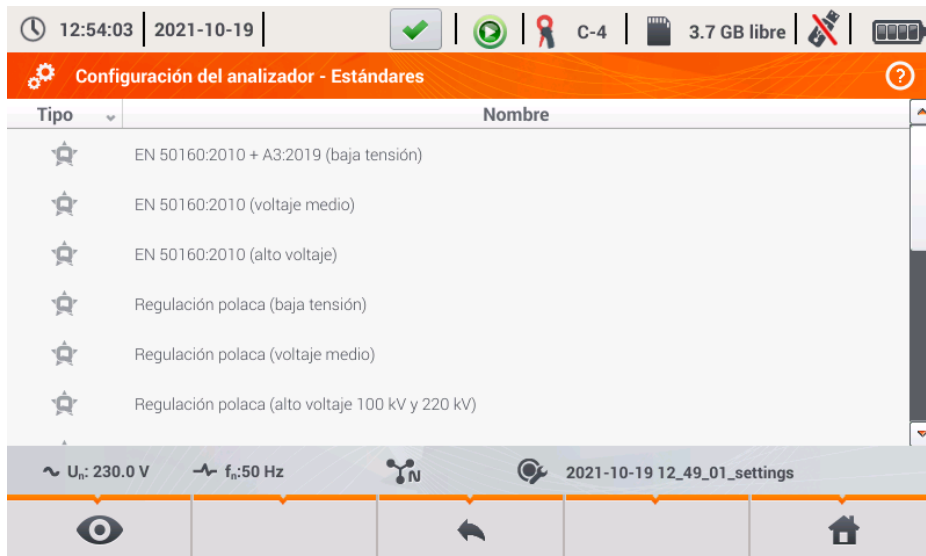

Fig. 18. Ajustes del analizador - administrador de normas.
- **ESTÁNDARES** – después de seleccionar esta opción se muestra la ventana como en la Fig. 18. Esta ventana muestra una lista almacenada en la memoria interna de los perfiles de normas que son la base para generar los informes de cumplimiento.